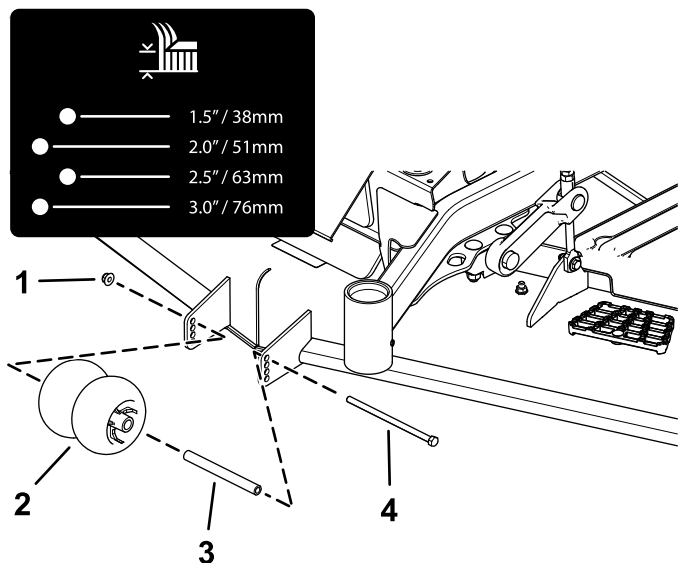
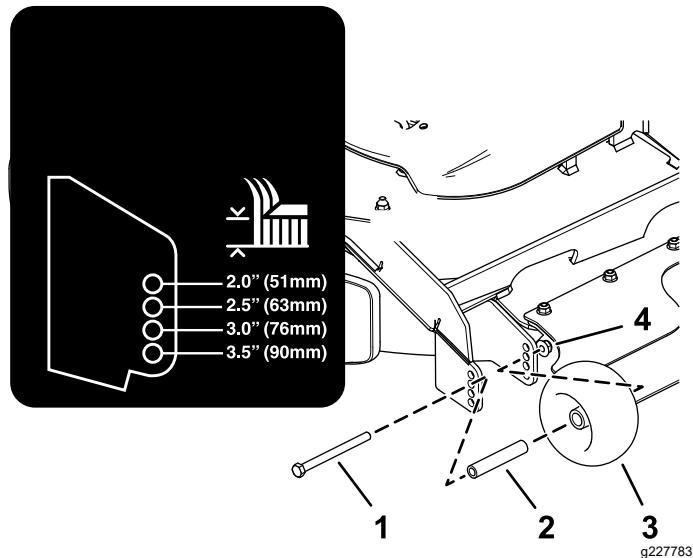

図 26
図 27
4. 図 26および図 27に示すように、アンチスカンプローラーを調整する。